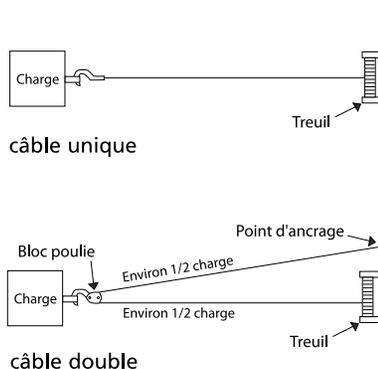

Figure 2
1. La capacité nominale du AC1500 sur la couche du câble situé le plus près du tambour est de 680 kilos (1 500 livres) (pour câble unique). NE SURCHARGEZ PAS. N'ESSAYEZ PAS DE TRACTIONNEMENTS PROLONGÉS SOUS CHARGE LOURDE. Ne maintenez pas de tension électrique sur le treuil si le moteur cale. Les surcharges peuvent endommager le treuil et/ou le câble métallique et créer des conditions de fonctionnement dangereuses. POUR LES CHARGES DE PLUS DE 340 KILOS (750 livres), NOUS CONSEILLONS L'UTILISATION DU PALAN EN OPTION POUR OBTENIR UNE DOUBLE LIGNE DE CÂBLE MÉTALLIQUE (Figure 2). Ceci réduit d'environ 50% la charge appliquée au treuil et la tension sur le câble métallique. Ne raccrochez pas au treuil. Accrochez toujours sur une structure pouvant supporter la charge.